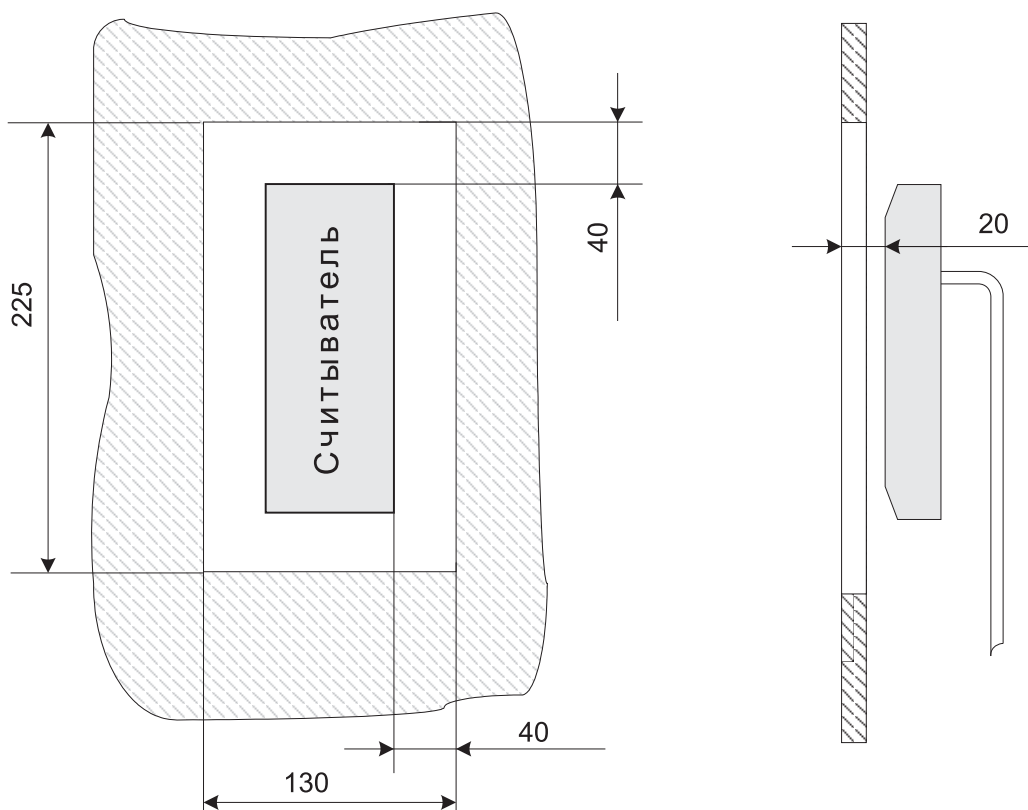

Рисунок 2 Установка считывателя за металлической поверхностью
- При установке считывателя за металлической поверхностью, в ней необходимо вырезать окно, напротив которого, равноудалено от краев окна, и устанавливается считыватель (см. рис. 2), при этом размеры окна должны быть не менее 225×130 мм. Само окно может быть закрыто неметаллической вставкой (например, из пластмассы), а считыватель может быть утоплен вглубь окна на расстояние не более 20 мм от внешней стороны металлической поверхности – дальность считывания кода при таком способе монтажа считывателя уменьшается на 30 – 50%.